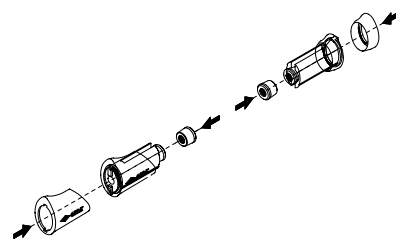
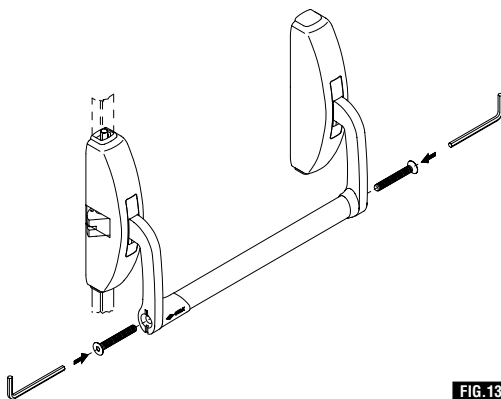

FIG. 12
FIG. 13
- 11) Introdurre alle due estremità della barra i tappi di raccordo ed i manicotti ad espansione con le relative bussole filettate inserite con una leggera forzatura (fig. 12).
- 12) Montare la barra fra le due leve, verificare che i due tappi di raccordo siano bene a contatto con le rispettive staffe avvitare con forza le viti da M5 x 70 sui fori delle staffe con una chiave esagonale da 5 mm per bloccare la barra (fig. 13).
- 11) Put the connection plugs and the expanding sleeve collars with the threaded bushes on the two ends of the bar using minimal force (Fig. 12).
- 12) Mount the bar between the two levers, check that the two connection plugs are fitting snugly with their respective casings, screw in well the M5 x 70 screws into the holes of the casings with a 5 mm Allen key to block the bar (Fig. 13).
- 11) Introduire aux deux extrémités de la barre les bouchons de raccord et les manchons à expansion avec les douilles filettées correspondantes introduites en forçant légèrement (fig. 12).
- 12) Monter la barre entre les deux leviers, vérifier que les deux bouchons de raccord sont bien au contact des brides respectives, visser à fond les vis M5 x 70 sur les trous des brides avec une clé hexagonale de 5 mm pour bloquer la barre (fig. 13).
- 11) Introduzca en las dos extremidades de la barra las tapas de unión y los manguitos de expansión con los correspondientes casquillos roscados, que se deben insertar con un leve forzamiento (Fig. 12).
- 12) Coloque la barra entre las dos palancas; verifique que las dos tapas de unión estén en contacto correctamente con las respectivas abrazaderas. Enrosque con fuerza los tornillos M5 x 70 en los orificios de las abrazaderas, con una llave hexagonal de 5 mm, para bloquear la barra (Fig. 13).
- 11) De twee aansluitdoppen aan de uiteinden van de duwstang en de expansiemoeren met de betreffende schroefbussen aanbrengen (afb. 12), door ze volledig in te schuiven.
- 12) De duwstang tussen de twee beugels monteren, controleren dat de twee aansluitdoppen goed op de beugels aansluiten, en de stang bevestigen door de schroeven M5 x 70, met een 5 mm bussleutel, volledig in de gaten van de beugels te schroeven (afb. 13).
- 11) An den beiden Stangen-Enden die Verbindungsdeckel und die Spannhülsen mit entsprechenden Gewindehülsen mit leichtem Druck einsetzen (Abb. 12).
- 12) Die Stange zwischen den beiden Hebeln einsetzen, dabei kontrollieren, ob die beiden Verbindungsdeckel einwandfrei in den entsprechenden Bügel (Abb. 12) sitzen, dann die Schrauben M5x70 mit einem 5-mm-Sechskantschlüssel auf den Bohrungen der Bügel fest anziehen, um die Stangen zu blockieren (Abb. 13).